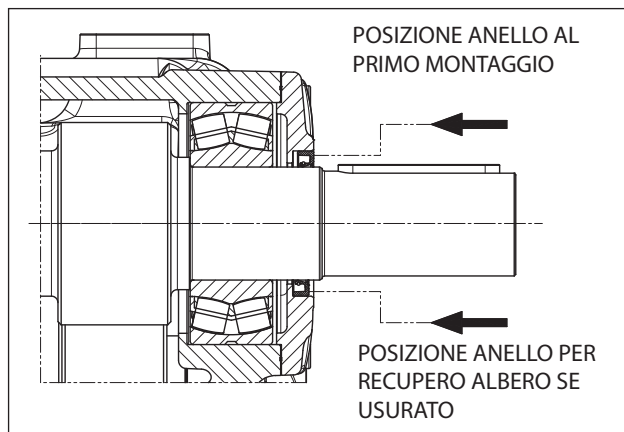
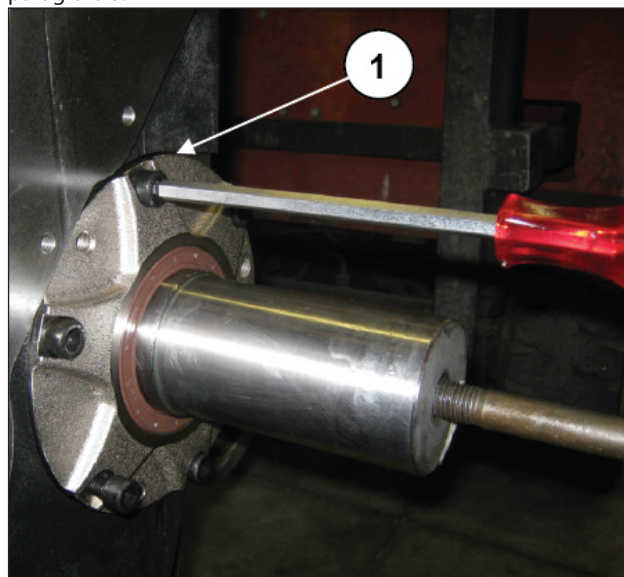

Fig. 118
Fig. 119
Montare la guarnizione ed i coperchi cuscinetto PTO su entrambi i lati e serrare le viti di fissaggio M10 (pos. ①, Fig. 118 - Fig. 119).